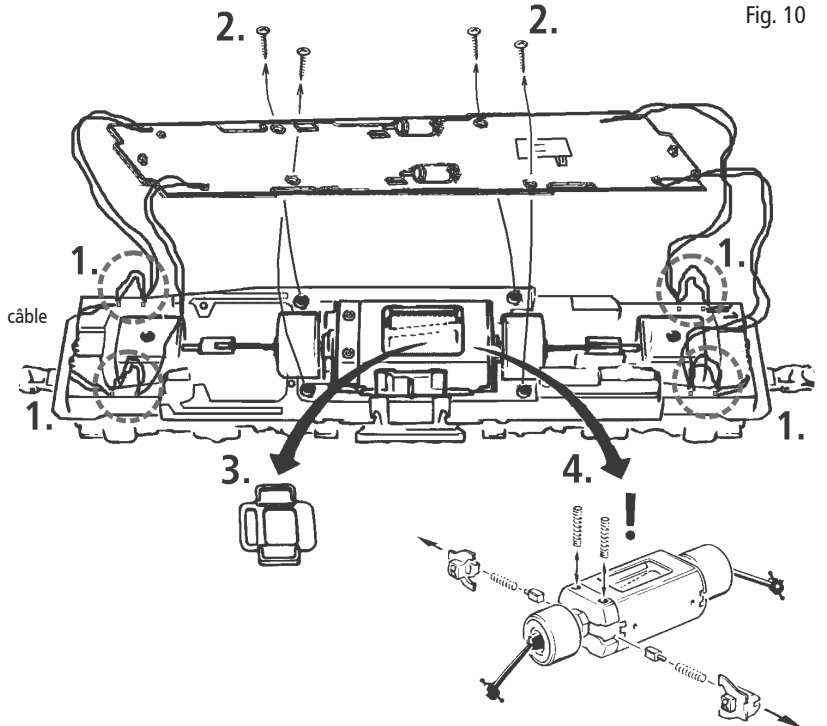

Fig. 10
4. Kohlebürstenwechsel: Lokgehäuse abnehmen (Fig. 4). Danach wird der Motor ausgebaut und die Kohlebürsten ausgewechselt (Fig. 10).
4. Carbon Brush Changing: First remove loco body (fig. 4), and then the motor (fig. 10).
4. Remplacement des balais du moteur: Démontez la caisse (fig. 4). Démontez ensuite le moteur et échangez le balais (fig. 10).